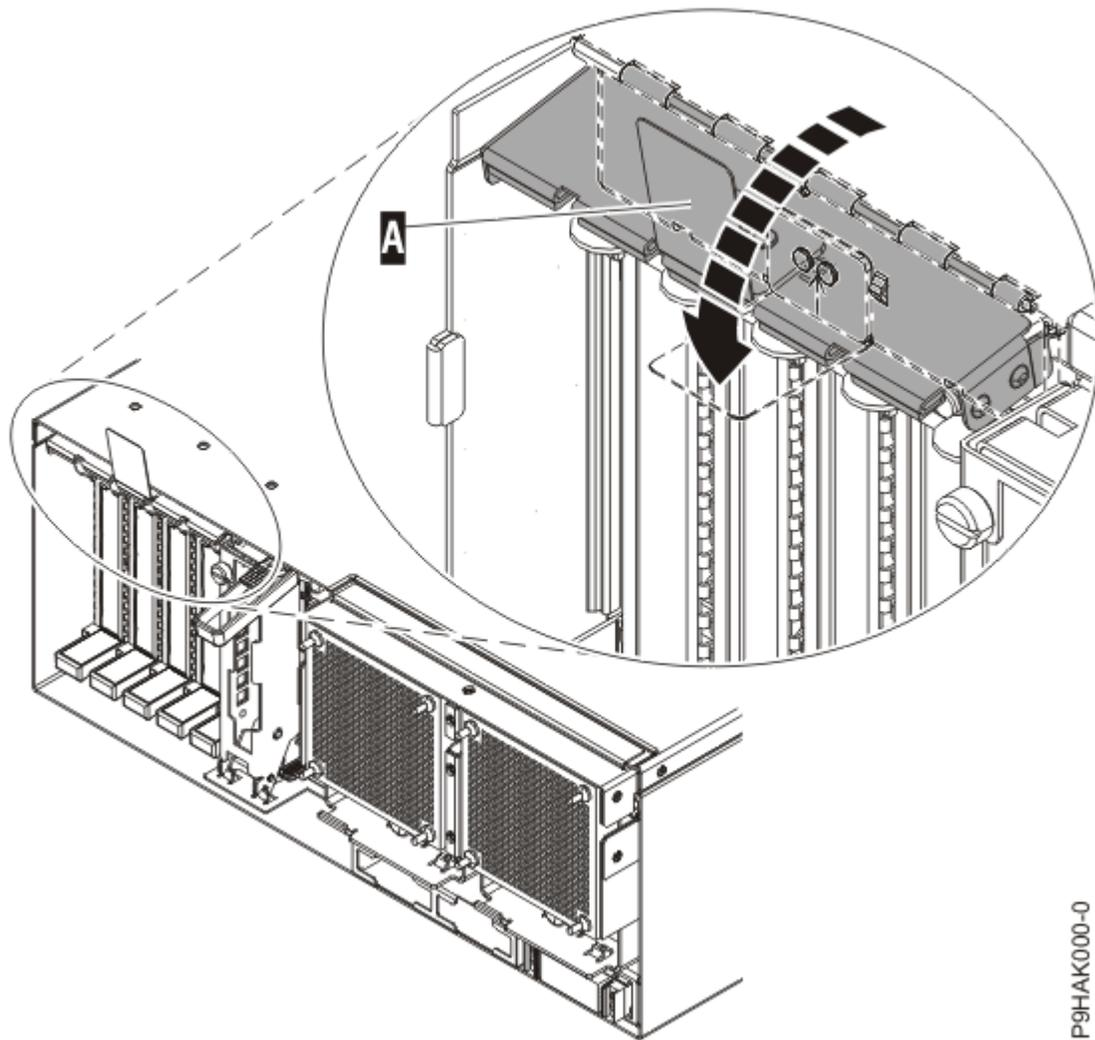

Abbildung 37. SFP-Transceiver aus Adaptern ausbauen
- b) Öffnen Sie die Verriegelung **(A)**, indem Sie sie von der Karte weg nach unten drehen, wie in Abbildung 37 auf Seite 56 dargestellt.